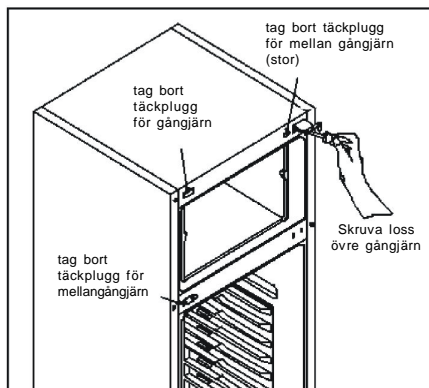

Fig. 4
- 4- Ta bort dom två täckbrickorna på mellanfästet. Skruva loss skruvarna för övre gångjärn. Ta bort den vänstra täckpluggen på vänster sida. Ta bort täckplugg (stor) för mellangångjärn på den högra sidan. (Fig. 4)